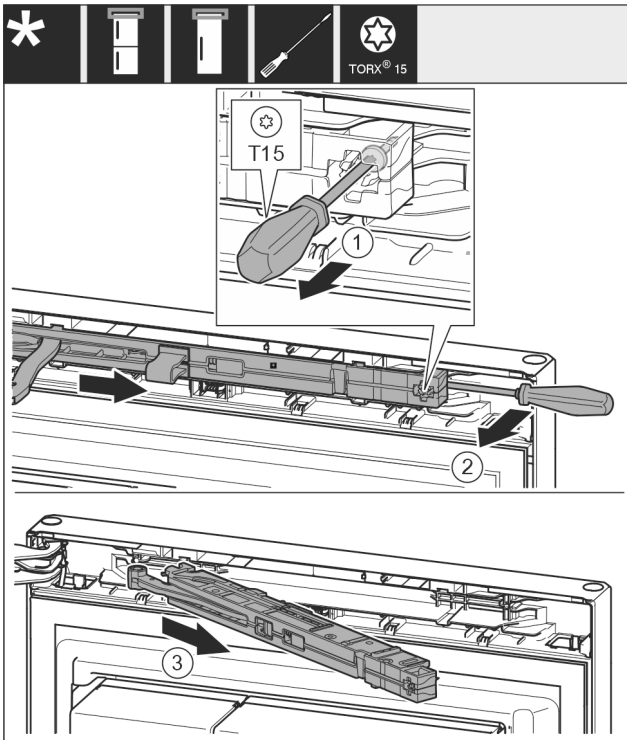

Fig. 14
- Desserrer la vis Fig. 14 (1) de l'unité d'amortissement de fermeture au moyen d'un tournevis 14 mm.
- Décrocher l'unité d'amortissement de fermeture Fig. 14 (2) côté poignée vers l'avant avec un tournevis.
- Retirer l'unité d'amortissement de fermeture Fig. 14 (3).